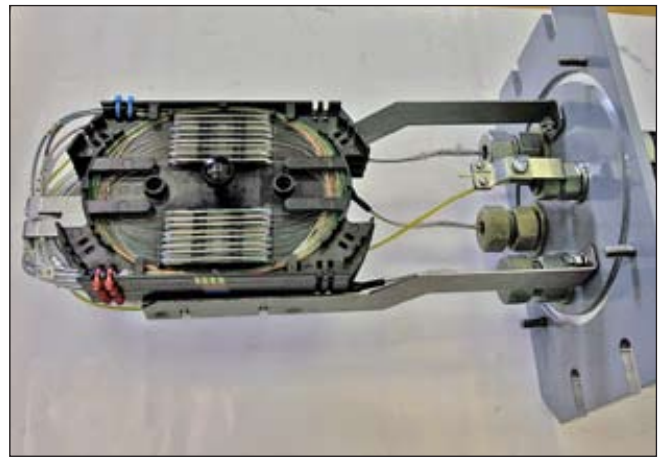

Рисунок 9 - Раскладка ОВ и установка гильз КДЗС на кассете
4.1.11. Освободить ОВ от трубок адаптера, подмотать два слоя ленты с двусторонним липким слоем (см. приложение 1) на модуль или трубку около места обреза и закрепить их на входе в кассету двумя стяжками на каждой стороне кассеты. В непосредственной близости от входа на каждой трубке адаптера должна быть маркировка. Ввод трубок адаптеров сращиваемых кабелей на кассету производить с одной стороны кассеты (рисунок 9).
4.1.12. Подготовить к сварке и сварить оптические волокна. Проверить целостность волокон рефлектометром. Уложить сростки, защищенные гильзами КДЗС, в ложементы (рисунок 9)
4.1.13. Установить кассеты на кронштейн, надеть на верхнюю кассету крышку (поз.3, рисунок 1) и скрепить их винтом (поз.4, рисунок 1) рисунок 9.